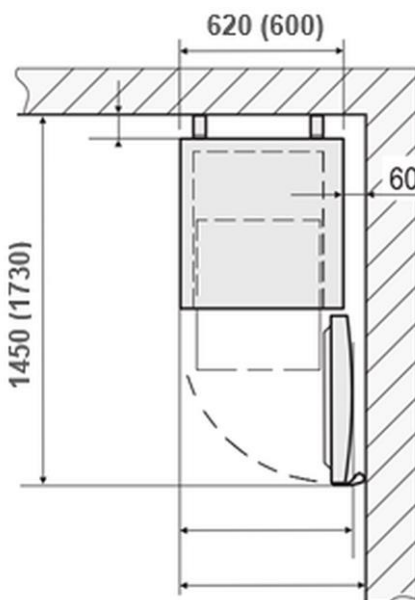

Рис. 7
- Если прибор должен быть установлен в углу, необходимо соблюдать боковой интервал не менее 60 мм (рис. 7).